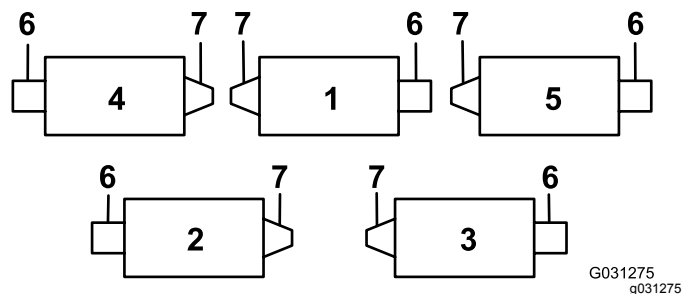
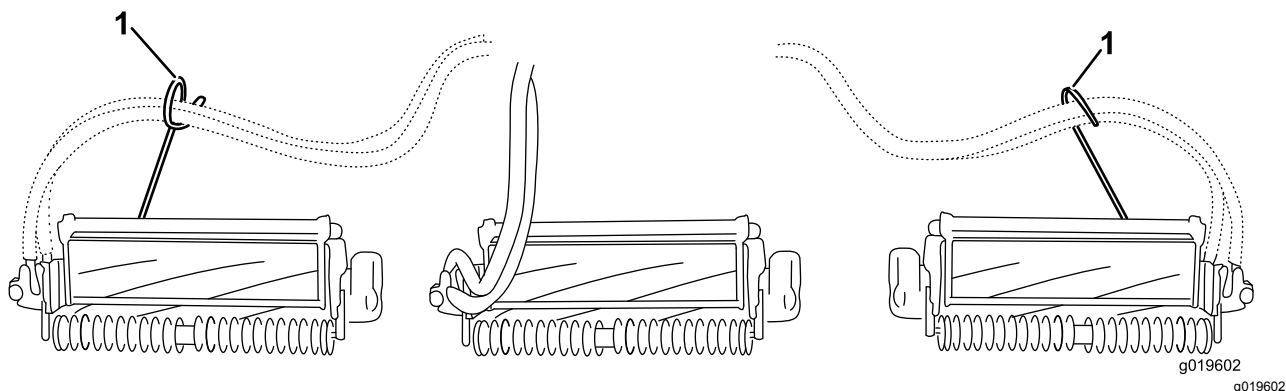
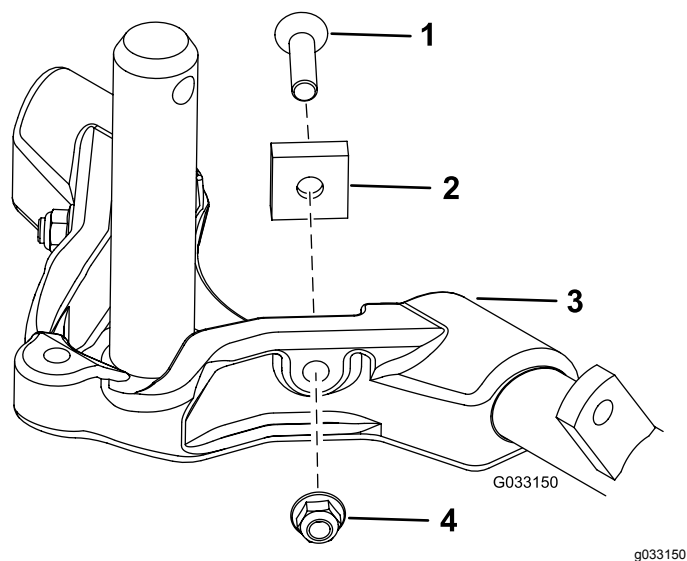

Рисунок 12
Рисунок 14
Рисунок 15
Внимание: На режущих блоках № 4 (левом переднем) и № 5 (правом переднем) прикрепите направляющие шлангов к передней части выступов режущих блоков с помощью крепежных гаек кронштейна штока. Направляющие шлангов должны быть наклонены в сторону центрального режущего блока (Рисунок 12 – Рисунок 14).
7. Чтобы повысить управляемость задних режущих блоков, снимите 2 проставки оси поворота, винты с внутренним шестигранником и фланцевые контргайки (Рисунок 15) с несущих рам задних режущих блоков (режущие блоки 2 и 3); см. Рисунок 12.